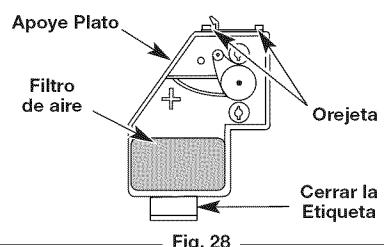

Fig. 28
- Retire el filtro de aire (Fig. 28).
- Vuelva a colocar el filtro (Fig. 28).